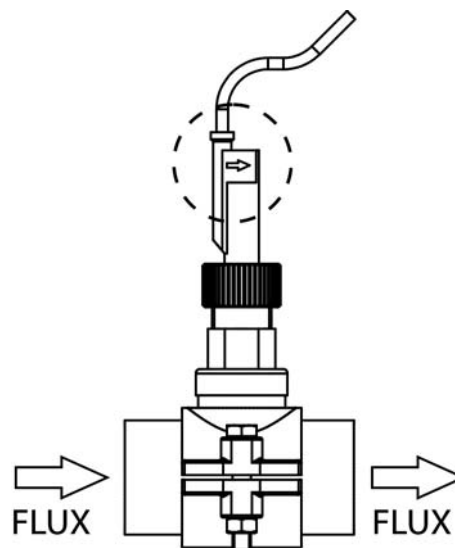

Fig. 14-2
3. Une flèche est marquée sur la tête du détecteur de flux. Assurez-vous que cette flèche est parallèle à l'axe de la conduite et qu'elle coïncide avec la direction du flux de l'eau (Fig. 14-2).